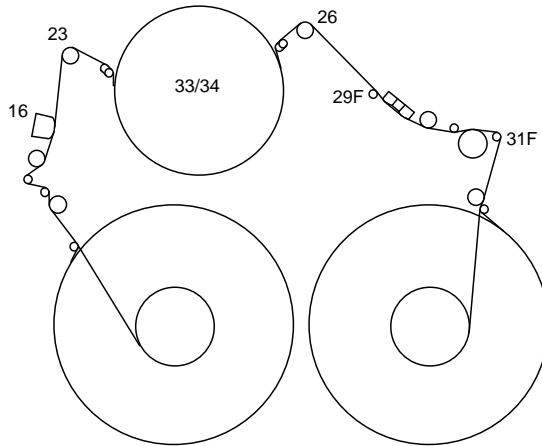

Fig. 17
- Umlenkrolle des linken (Pos. 23, Fig. 17) und rechten (Pos. 26, Fig. 17) Fädelschlittens mit dem Einstellschraubendreher so einstellen, daß die Amplitude der FM-Pakete maximal und geradlinig ist.
- Adjust the reverse roller of the left (Pos. 23, Fig. 17) and right (Pos. 26, Fig. 17) threading roller unit to obtain the maximum amplitude of the FM-packages with straight-lined envelope.
- Mit dem Tentelometer den Bandzug zwischen Hauptlöschkopf (Fig. 17, Pos. 16) und der Umlenkrolle (Fig. 17, Pos. 23) messen (dazu den Hauptlöschkopf nach links drücken).
- Measure the tape tension between the full-track erase head (Fig. 17, Pos. 16) and the reverse roller (Fig. 17, Pos. 23) by means of the tentelometer (for this press the full-track erase head to the left).